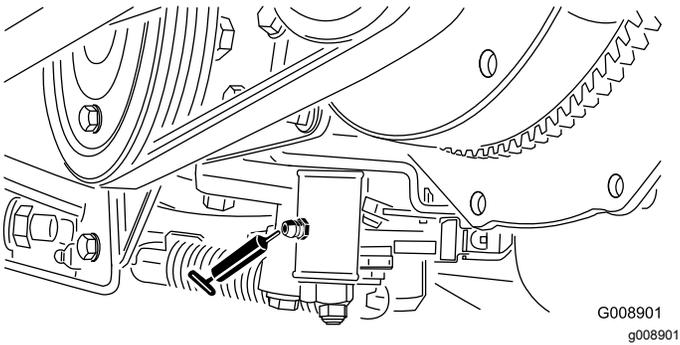

Figura 66
2. Eleve con un gato la parte trasera de la máquina, colocando el gato debajo del motor de rueda trasero (Figura 66).
- Mecanismo de ajuste de punto muerto (Figura 66)